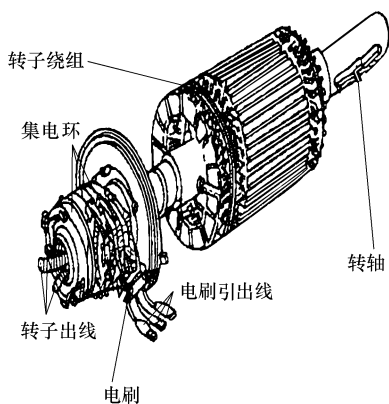

图 1-37 绕线转子
② 绕线转子。绕线转子的结构与定子相似，也是一个对称的三相绕组，其外形结构如图 1-37 所示。